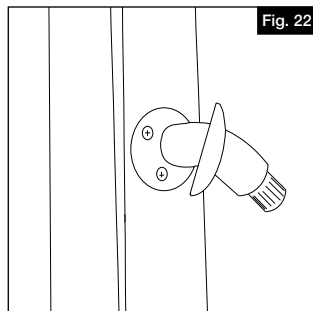

Fig. 22
3. Glisser le couvercle de garniture sur le retour de poteau, mais NE PAS l'enclencher jusqu'à ce que l'installation de la main courante soit terminée (Fig. 22).